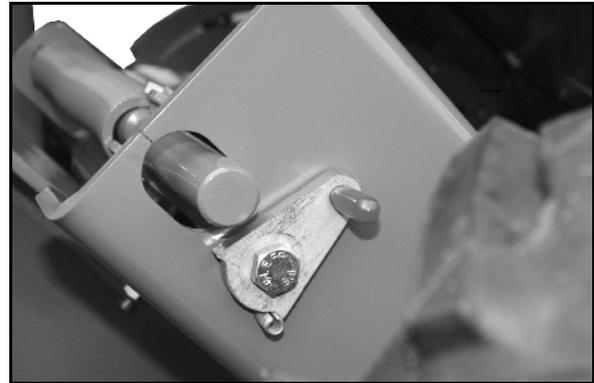

Fig. 27
3. Sicherungshebel entsprechend Fig. 27 verschwenken.